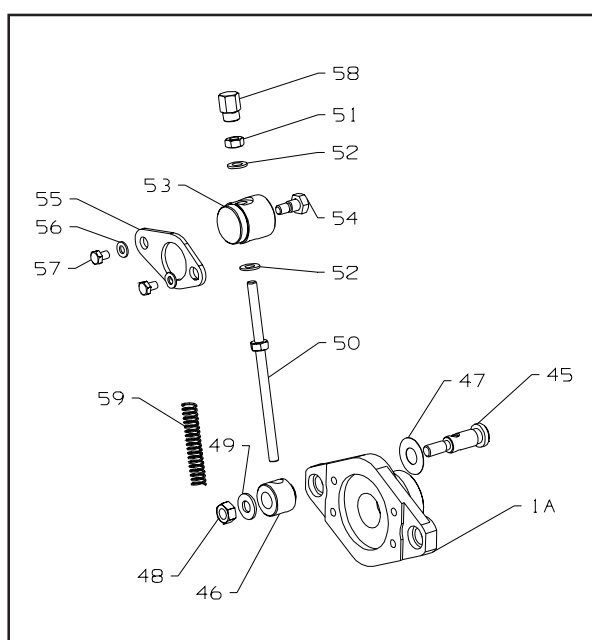

Fig.7
- 1 Die Klemmmuttern und Bolzen des Schneidzylinders (48 Abb. 7) auf beiden Seiten der Einheit lockern und die Muttern (58 Abb. 7) so einstellen, daß der Zylinder leicht vom Schnitt angehoben wird und ungehindert rotieren kann.
- 5 Die Klemmbolzen und Muttern des Zylinderlagergehäuses (48 Abb. 7) wieder fest anziehen.